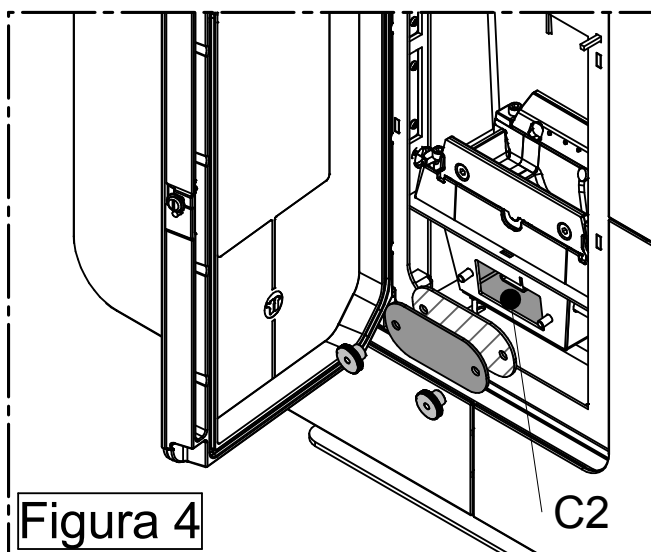

Figura 4
- Aspirare la cenere dal vano **C2** (Figura 4). Al rimontaggio del coperchio ispezione verificare l'integrità della guarnizione. Se necessario provvedere alla sostituzione della stessa